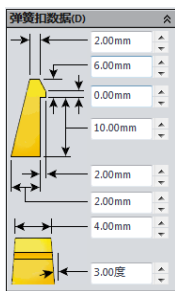
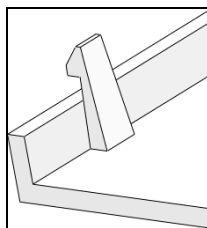

图 6-25 设置参数
图 6-26 生成弹簧扣特征
- 05 设置如图 6-25 所示的弹簧扣数据，单击  【确定】按钮，生成弹簧扣特征，如图 6-26 所示。